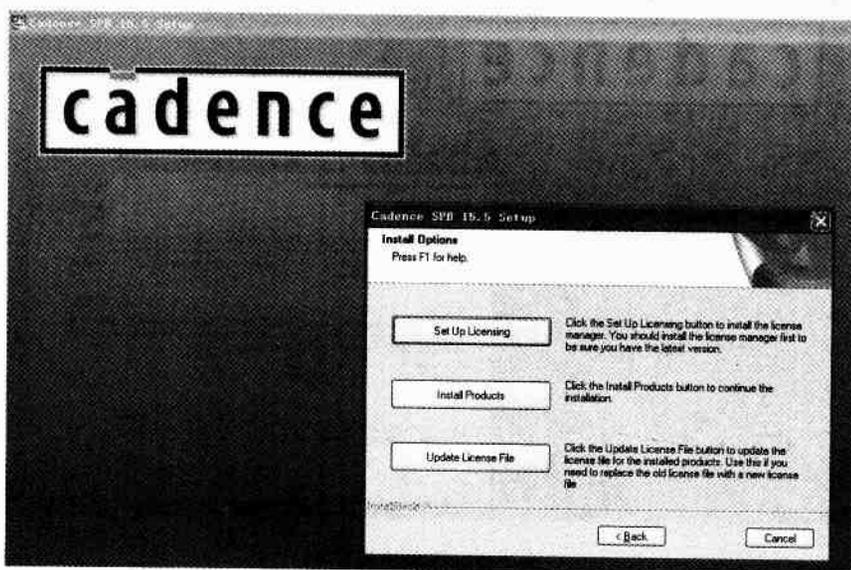

图 1-3 安装协议设置
4) 在如图 1-3 所示的对话框中，单击 “Set Up Licensing” 按钮。